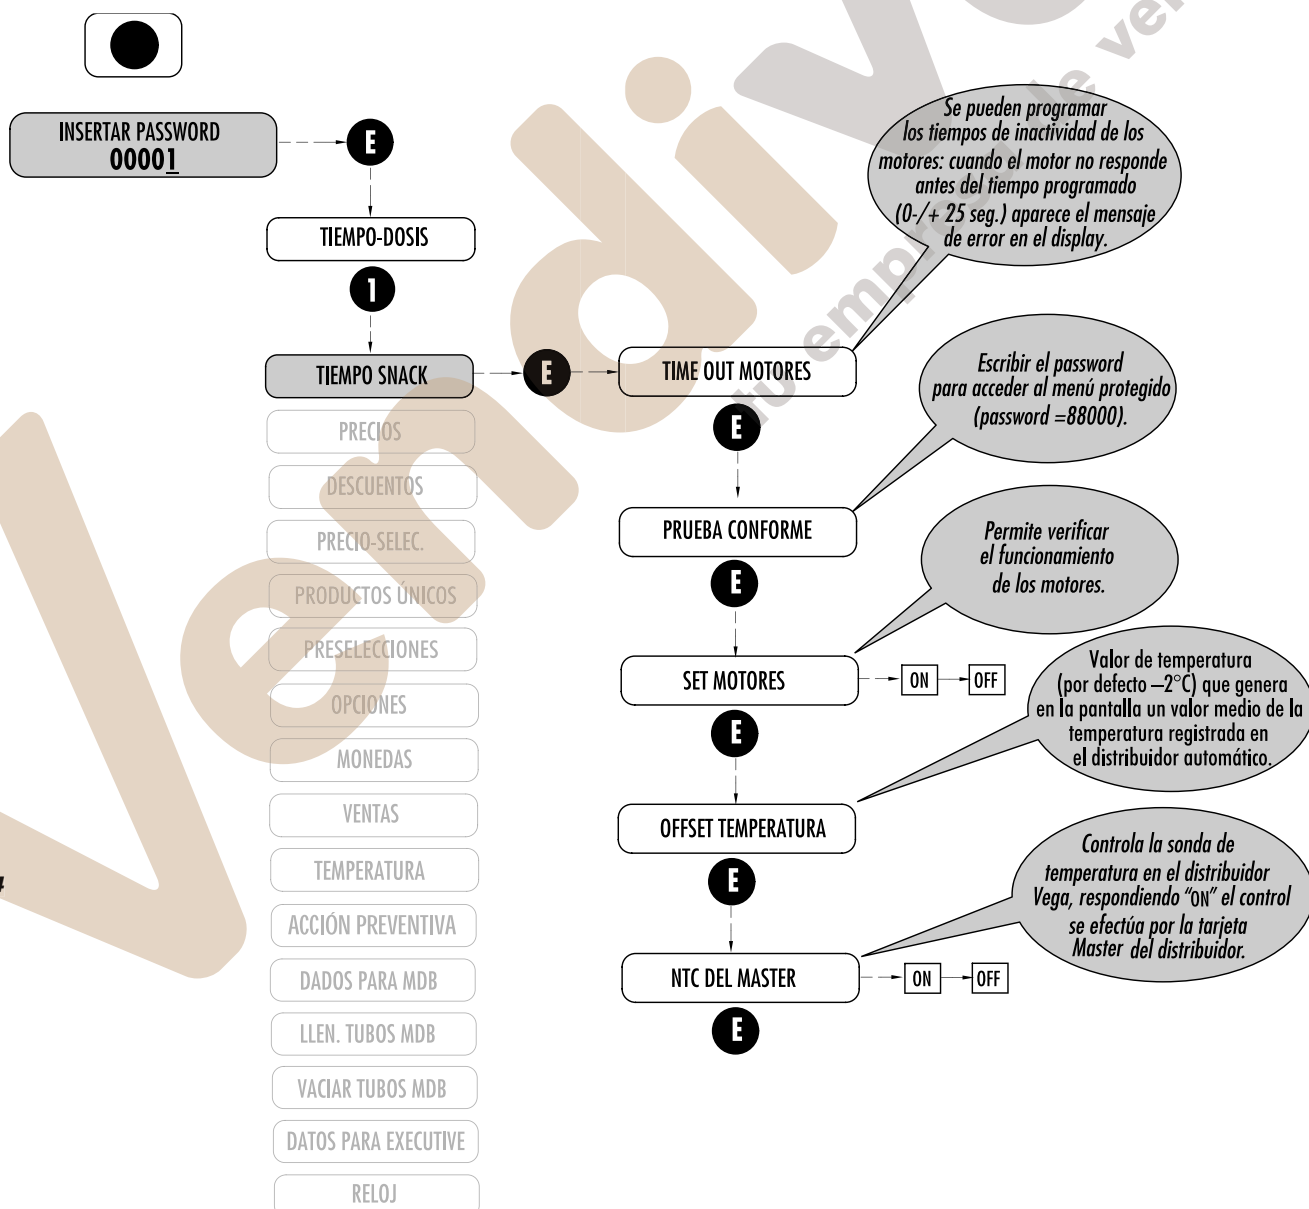

Fig. 7.4
7.2.1 TIEMPO-DOSIS (Fig. 7.4)
7.2.2 TIEMPO SNACK (con Master/Slave) (Fig. 7.4)